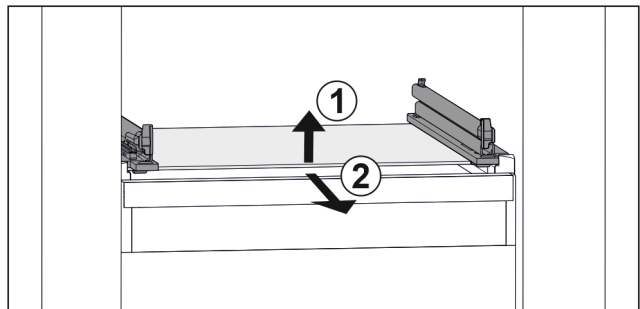

Fig. 38 Exemple de représentation de la tablette en verre
- ▶ Soulever la tablette en verre par l'avant. Fig. 38 (1)
- ▶ Retirer la tablette en verre par l'avant. Fig. 38 (2)